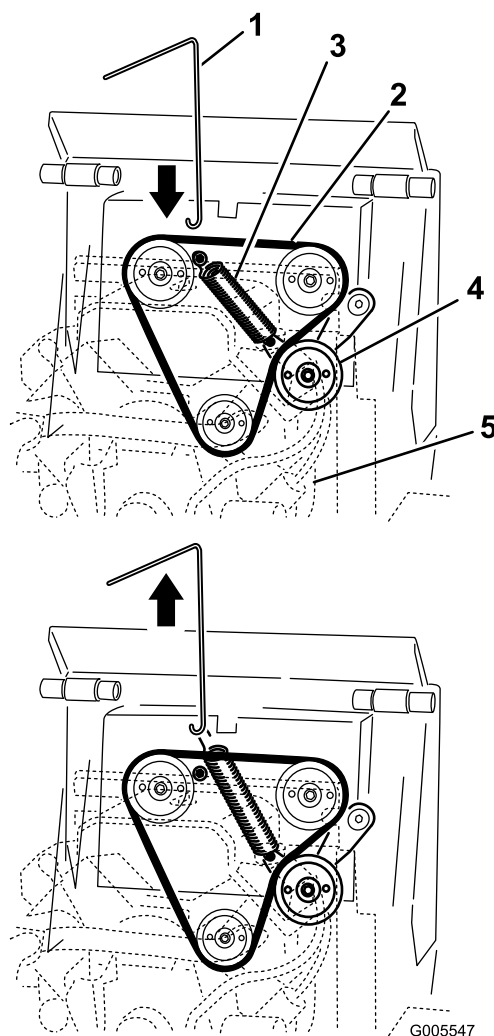

Рисунок 52
4. Прикрепите крючок к съемнику пружин, чтобы зацепить пружину натяжного ролика, и отсоедините пружину от шпильки, как показано на Рисунок 52.